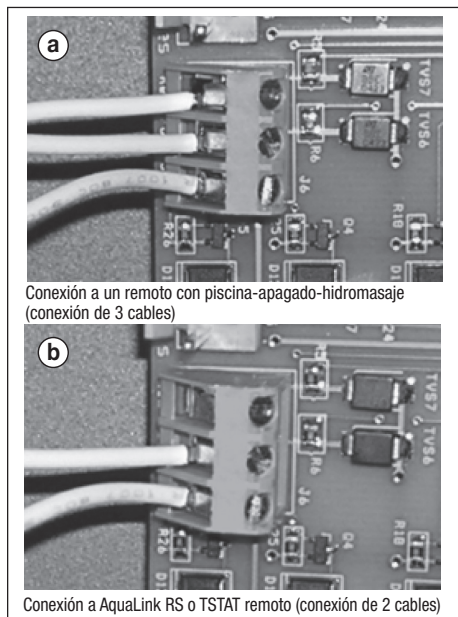

Figura 10. Cableado de conexión a un remoto
4. Conecte el cableado del sistema de control de la piscina/del hidromasaje al terminal del control remoto de la bomba de calor. Consulte la Figura 10(a).
4. Conecte el cableado del sistema de control de la piscina/del hidromasaje al terminal del control remoto de la bomba de calor. Consulte la Figura 10(b).